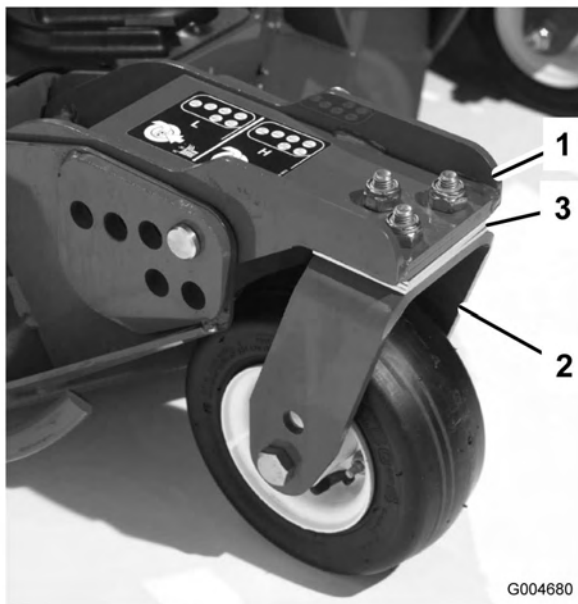

Figura 27
Rode a lâmina em cada eixo até que as suas extremidades se encontrem viradas para a frente e para trás. Meça a distância existente entre o chão e a ponta dianteira da lâmina. Ajuste os calços de 3 mm do braço da roda giratória dianteira de forma a que coincidam com a altura de corte fixada no autocolante (Figura 27). Apenas para o exterior do eixo da lâmina, consulte
3. Se a extremidade interior da unidade de corte lateral estiver demasiado levantada em relação à ponta exterior da unidade de corte dianteiro, retire os calços de 3 mm do fundo do braço da roda giratória dianteira interior na unidade de corte lateral (Figura 27). Verifique novamente as medições entre as pontas exteriores de ambas as unidades de corte lateral e a ponta interior da unidade de corte até à ponta exterior da unidade de corte dianteiro.